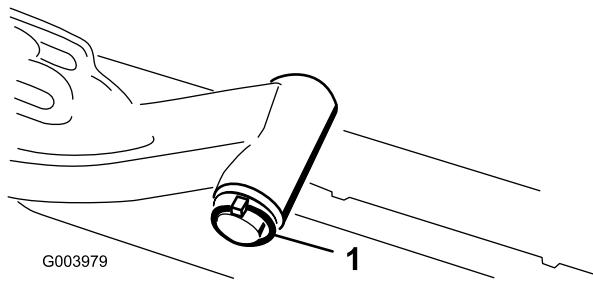

**Figure 7**
8. Pour les plateaux de coupe avant, poussez un plateau de coupe sous le bras de relevage tout en insérant l'arbre du bâti porteur dans la chape de pivot du bras de relevage (Figure 7).
B. Insérez la chape du bras de relevage sur l'arbre du bâti porteur (Figure 7).